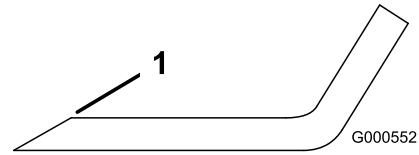

Figure 90
1. Au moyen d'une lime, aigüisez les tranchants aux deux extrémités de la lame (Figure 90).
**Remarque:** Si la lame est déséquilibrée, limez un peu l'extrémité de l'ailette seulement (Figure 90).